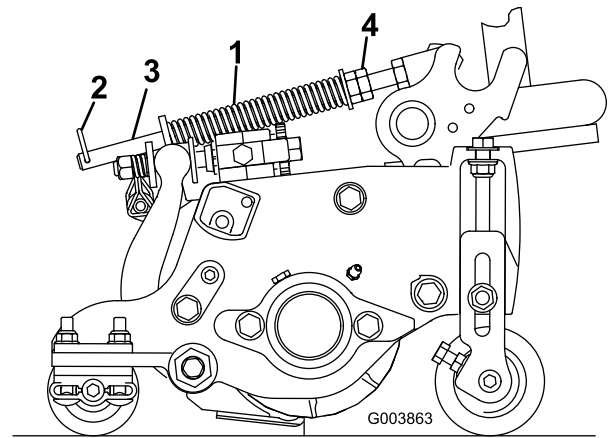

Bild 22
1. Stellen Sie sicher, dass der Lastösenbolzen in das hintere Loch in der Federstange eingesetzt ist (Bild 22).
2. Ziehen Sie die Sechskantmuttern vorne an der Federstange an, bis die komprimierte Länge der Feder 15,9 cm beträgt (Bild 22).